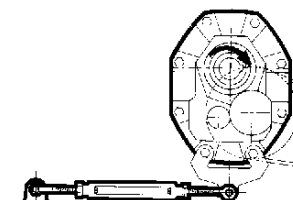

Abb. 5a
- im Bereich A für Drehung im Uhrzeigersinn (Abb. 5a).